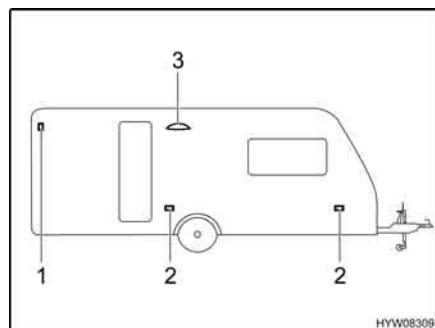

Fig. 126 Luci laterali
- Svitare le viti degli involucri (Fig. 126,2).
- Sollevare la copertura con un attrezzo adatto (p. es. un cacciavite). Applicare l'utensile sull'intaglio nell'involucro (Fig. 126,1).